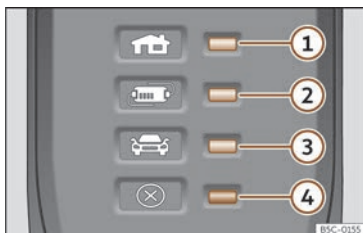

Fig. 62 No cable de carga para tomas de corrente: Indicadores de control no dispositivo de protección.
>>> **fig. 62:**
>>> **fig. 62** fai que o conector de carga permaneza sen corrente ata que se enchufa na toma de carga do vehículo.
Un ou varios indicadores de control >>> **fig. 62**
Indicación >>> fig. 62	Significado
①, ④ escintilan	O conector para vivenda quentouse moito.
②, ④ escintilan	O dispositivo de protección quentouse moito.
Se o proceso de carga continúa cunha corrente inferior, ademais do indicador de funcionamento, o indicador de advertencia >>> **fig. 62** ④ escintila en vermello.
- Se se volve producir unha desconexión ou redución da corrente de carga e a causa non parece ser a exposición a unha fonte de calor externa, fíxese en que indicador de control escintila en verde >>> **fig. 62**. Para comprobar o cable de carga, acuda a un concesionario especializado CUPRA ou a calquera concesionario da rede SEAT. Para comprobar a conexión da infraestrutura, acuda a un establecemento especializado en instalacións eléctricas.
Se o indicador de advertencia ④ vermello escintila ou se acende sen que se ilumine á súa vez de xeito permanente un indicador de control >>> **fig. 62** ①, ② ou ③ o indicador de funcionamento, hai unha avaría.